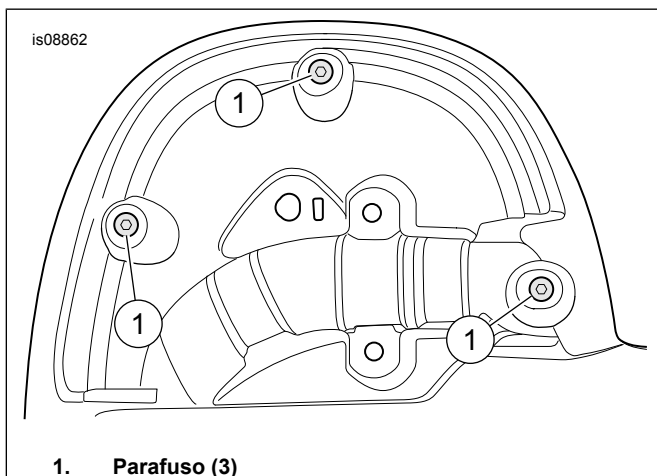

Figura 1. Parafusos da parte traseira
2. Ver a Figura 1. **Na parte traseira:** remover os parafusos (1).